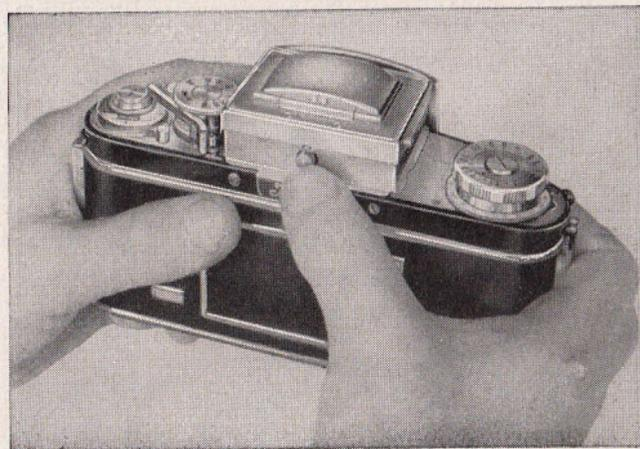

Abb. 7
Beim Druck auf den Knopf (16) öffnet sich der Lichtschacht (11) automatisch (Abb. 7). Seine Verwendung und die vielen Möglichkeiten der Bildbeobachtung werden ausführlich in Abschnitt E (Seite 18) beschrieben. Hier nur das Wichtigste im voraus: Das Mattscheibenbild im Lichtschacht entspricht stets dem späteren Photo. Deshalb ist das Reflexbild auch für alle Arbeitsgänge bei der Aufnahme maßgebend: für Motivwahl, Ausschnittbestimmung, Scharfeinstellen, Abblenden, ja der Grad der Helligkeit des Mattscheibenbildes gibt sogar einen guten Anhalt für die Belichtungszeit. - Ist im Lichtschacht kein Bild zu sehen, muß der Aufzugshebel (6) (= Filmtransporthebel) einmal im Uhrzeigersinne bis zum Anschlag bewegt werden (Abb. 8). Der Hebel soll möglichst nicht frei zurückschlagen, sondern mit dem linken Daumen abgefangen werden.